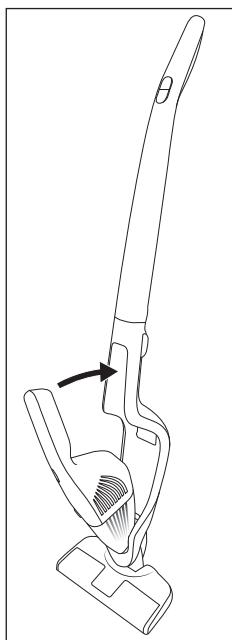

Abb. 2
- 2) Drücken Sie dann den Griff **1** des Handteils **3** in den Stiel **10**, so dass das Handteil **3** einrastet und fest sitzt (Abb. 2).